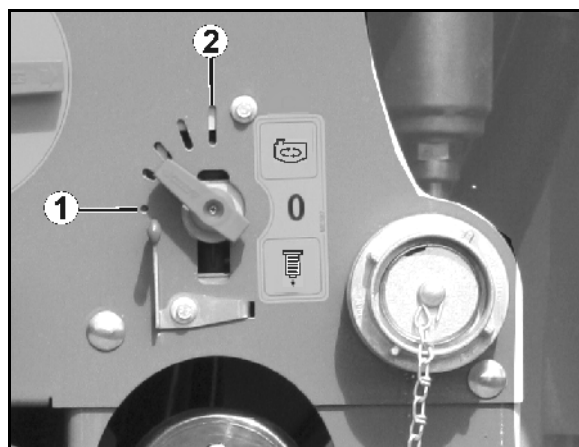

Fig. 38
L'organe agitateur activé mélange la bouillie dans la cuve à bouillie et garantit une bouillie homogène. La puissance d'agitation se règle en continu sur le robinet de réglage (Fig. 38/C).
- Position Fig. 38/1 : organe agitateur arrêté.
- Position Fig. 38/2 : organe agitateur avec puissance d'agitation maximale.